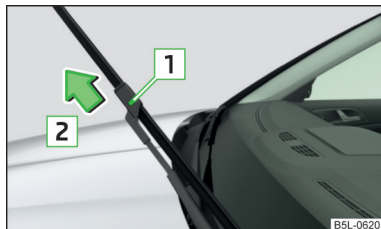

Fig. 191
- Presione el seguro **1** » fig. 191 para desbloquear la escobilla y extráigala en el sentido de la flecha **2**.